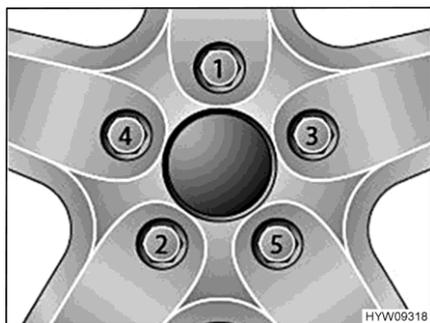

Fig. 47 Serraggio a croce di dadi delle ruote e bulloni delle ruote
- Serrare i dadi delle ruote o i bulloni delle ruote nell'ordine riportato in Fig. 47. A tale scopo, utilizzare una chiave dinamometrica e rispettare la coppia di serraggio indicata (vedi paragrafo 14.5).
- Controllare regolarmente il serraggio dei dadi o dei bulloni. Regolare il serraggio dei dadi delle ruote o dei bulloni delle ruote di una ruota sostituita dopo circa 50 km. A tale scopo, procedere seguendo l'ordine indicato in Fig. 47.
- Se si utilizzano cerchioni nuovi o riverniciati, regolare il serraggio dei bulloni o dei dadi dopo altri 1000 - 5000 km. A tale scopo, procedere seguendo l'ordine indicato in Fig. 47.